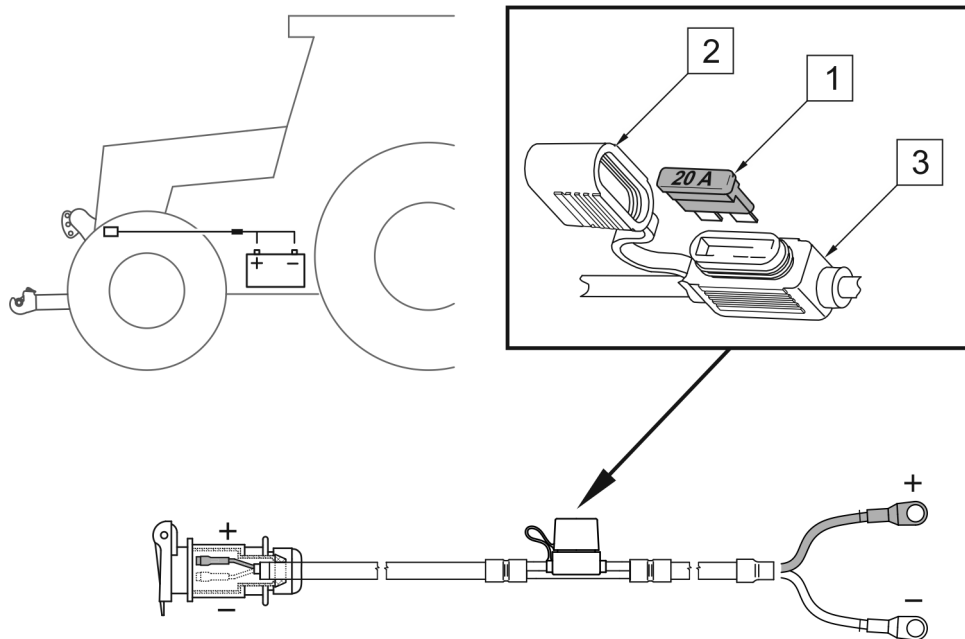

ABBILDUNG 5.15 Sicherung für die Elektroinstallation
(1) - Sicherung 20A UNIVAL; (2) - Abdeckung; (3) - Gehäuse
Am „+“-Stromkabel der Elektroinstallation (ABBILDUNG 5.15) befindet sich eine Sicherung (1). Um die Sicherung zu überprüfen, die Abdeckung (2) abnehmen und die Sicherung aus dem Gehäuse (3) herausziehen. Wenn sie defekt ist, eine neue Sicherung einsetzen (UNIVAL 20A.).